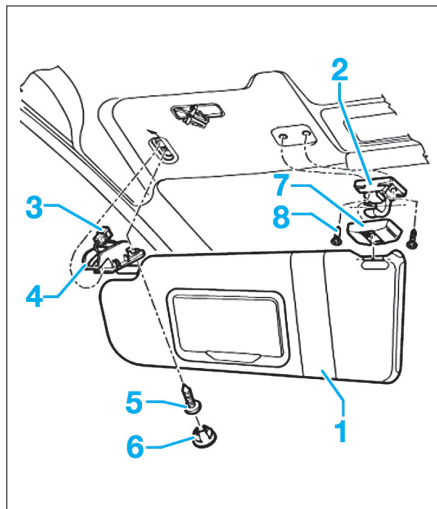

Fig. 74
- Décrocher le pare-soleil (1) du palier (2) (Fig.74).